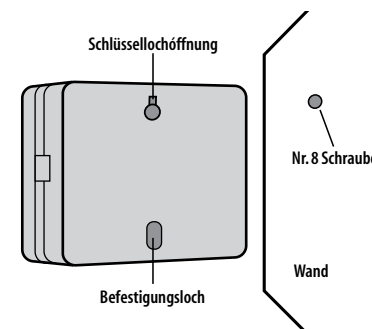

Abbildung 12b: Anbringung der Sprinklerzeitschaltuhr
- Den Schlüsselochschlitz auf der Rückseite der Zeitschaltuhr über die vorstehende Schraube schieben. [Siehe Abbildung 12b]